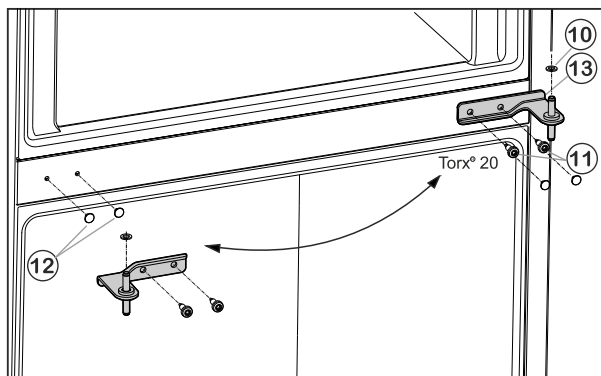

Fig. 6
- ▶ Previdno snemite obloge Fig. 6 (12) in jih ponovno namestite na nasprotni strani.